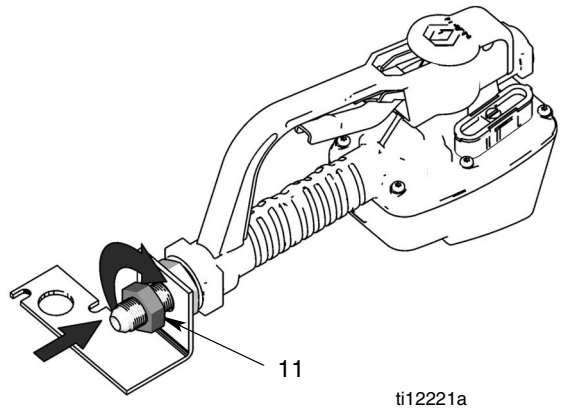

FIG. 8
- c. Coloque la tuerca (11) (FIG. 8). Ajuste manualmente.